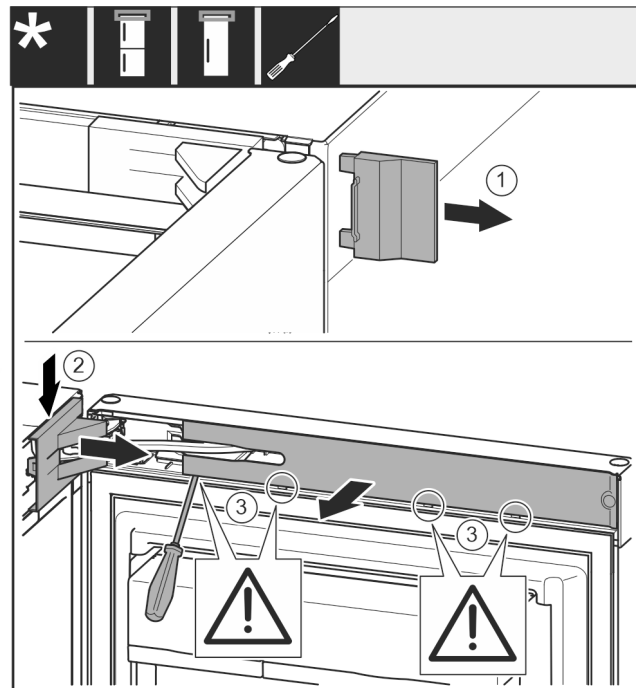

Fig. 9
► Scoateți capacul Fig. 9 (1).
► Deblocați și desfaceți capacul suportului de lagăr Fig. 9 (2).
► Scoateți capacul suportului de lagăr Fig. 9 (2).
► Deblocați masca Fig. 9 (3) cu șurubelnița plată și pivotați-o în lateral.